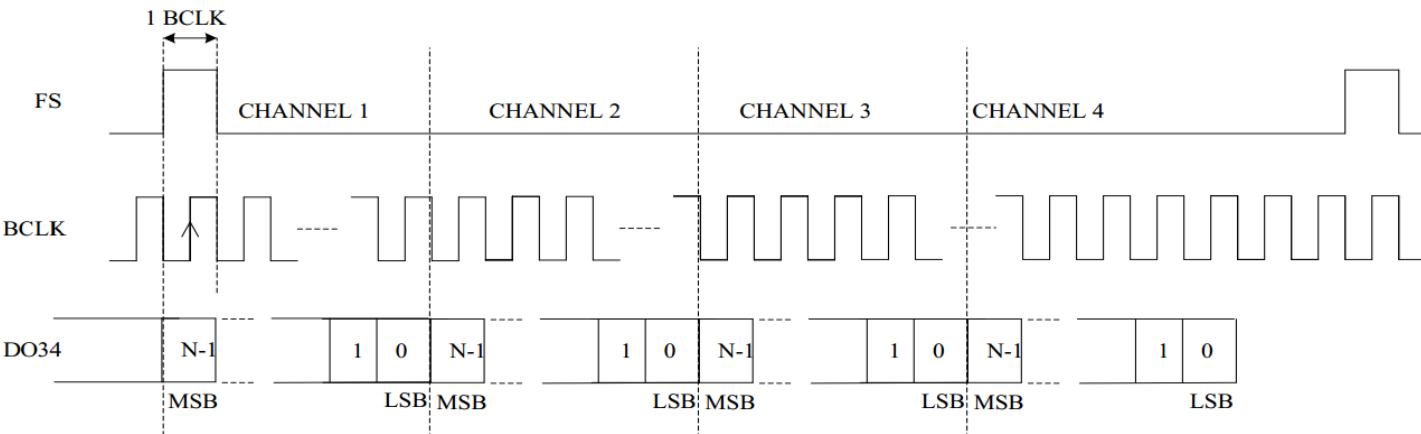

图 14. TDM Mode B
- **Mode B:** 数据在 FSYNC 有效后，BCLK 的第 1 个上升沿有效（图 14）